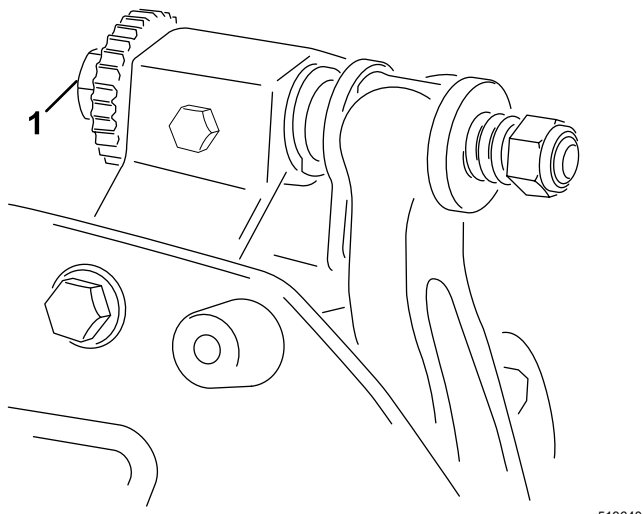

Figura 10
- A. Rotii uruburile de reglare pentru bara de cadru în sensul acelor de ceasornic (Figura 10), cu câte 1 clic, până când simii i auzii realizarea unui contact uor.
6. Rotii urubul de reglare drept al barei de cadru (Figura 10) până când simii o presiune uoară pe pana de fixare la glisarea dintr-o parte în alta. Îndepărtați pana de fixare.